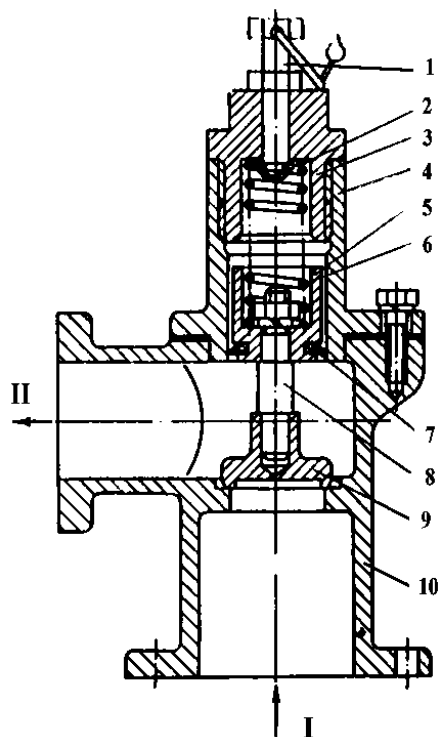

Рис. 16. Клапан минимального давления:
5.4.4. Клапан минимального давления (рис. 16) предназначен для автоматического поддержания требуемого давления в системе станции с целью предотвращения уноса масла со сжатым воздухом. Клапан отрегулирован на давление 0,5–0,55 МПа (5–5,5 кгс/см²) (абс.). При большем давлении в маслоотделителе клапан открывается и воздух поступает к раздаточным вентилям.